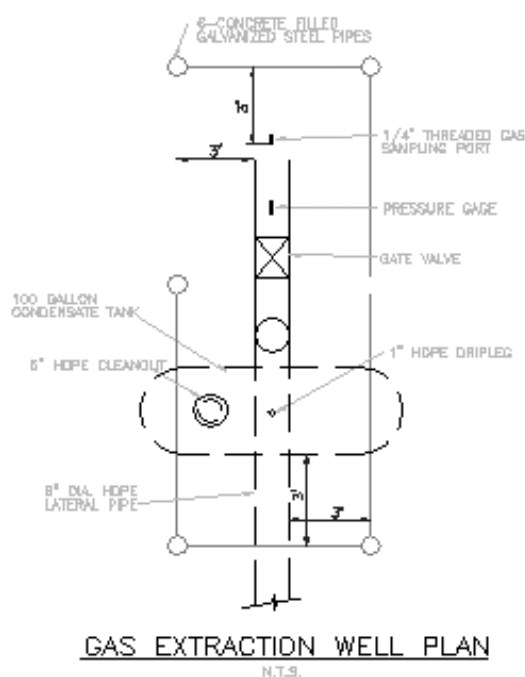

Рис. 8.2. Чертеж газодобывающей скважины
1. Откройте файл ab11-b.dwg (рис. 8.2).